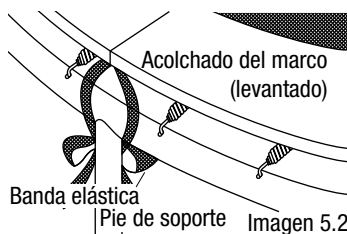

Imagen 5.2
- b) Luego amarre los tirantes por detrás de las patas de empalme. (ver imagen 5.2)